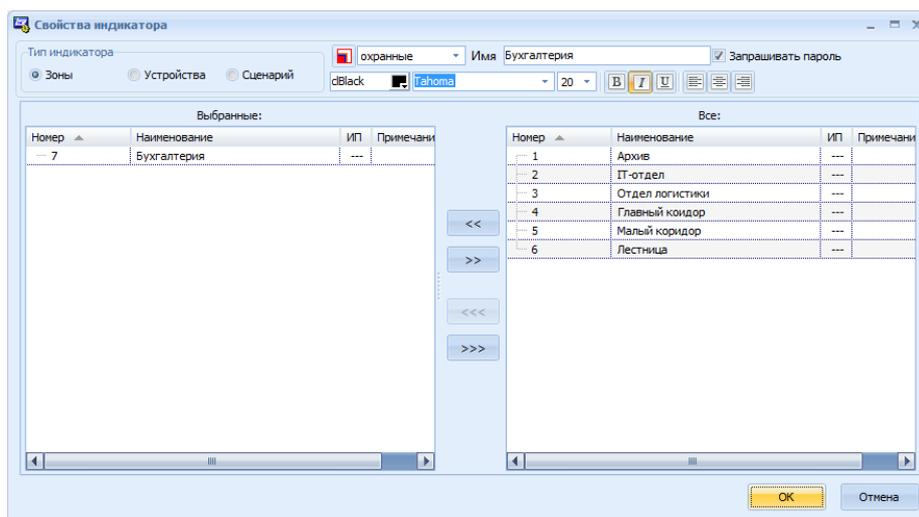

Рисунок 10.7 Окно «Свойства индикатора», добавление зоны Бухгалтерия на ячейку индикации
- 1) С помощью двойного щелчка мыши по ячейке индикации открыть окно «Свойства индикатора» (Рисунок 10.7).
- 5) Из поля «Все» перенести нужную зону в поле «Выбранные» и нажать **ОК** (Рисунок 10.7).